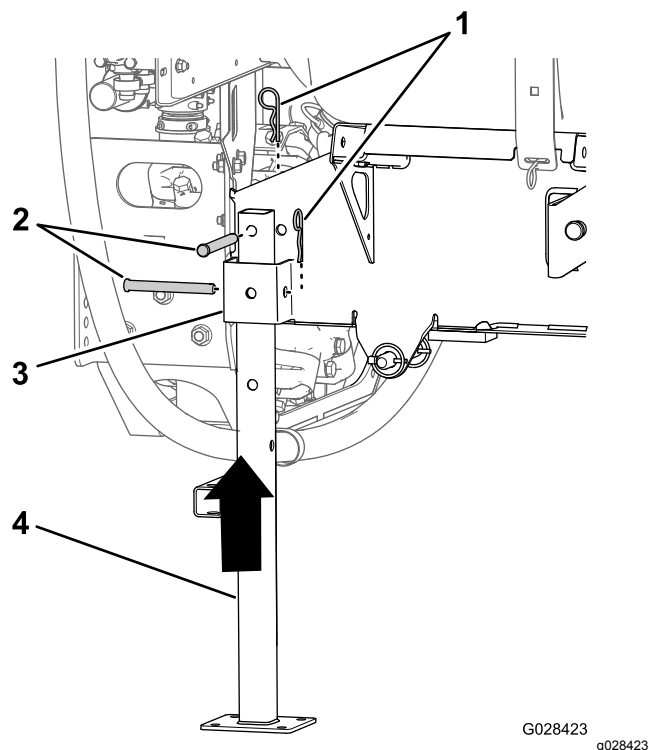

Рисунок 134
5. Совместите заднюю подъемную опору с гнездом для задней опоры (Рисунок 134).
6. Совместите отверстие в верхней части подъемной опоры с отверстием в каркасе рамы бака (Рисунок 134)
7. Прикрепите подъемную опору к гнезду и раме при помощи 2 шплинтуемых штифтов (1/2 x 4 1/2 дюйма) и 2 шплинтов (5/32 x 2 5/8 дюйма), как показано на Рисунок 134.